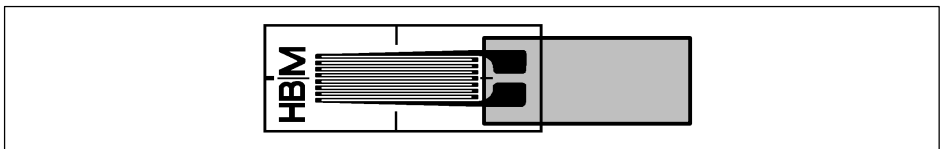

Abb. 5.3 Scharnierartige Verbindung bei DM ohne Anschlussbändchen
- Stellen Sie bei DMS ohne Anschlussbändchen die scharnierartige Verbindung nach Abb. 5.3 her (ohne zusätzliche Lötstützpunkte).